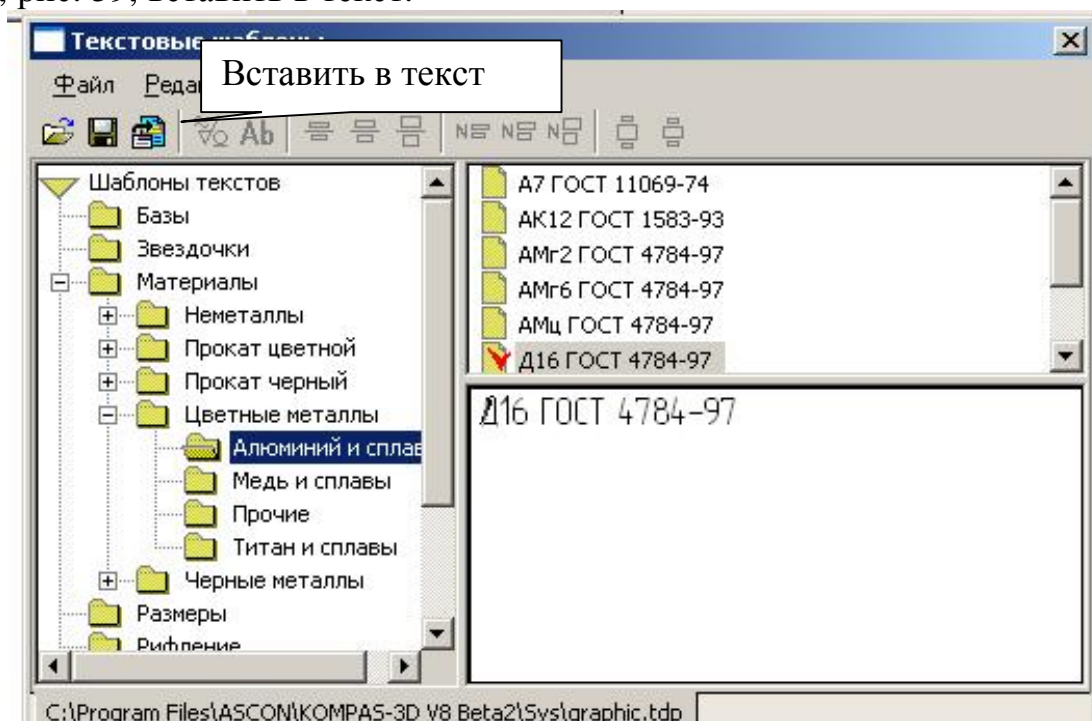

Рис. 59
**Материалы – Цветные металлы – Алюминий и сплавы – Д16 ГОСТ 4784-97, рис. 59, вставить в текст.**